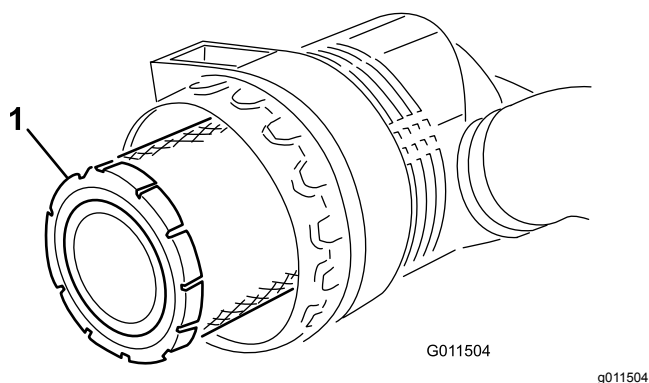

Рисунок 74
5. Снимите и замените фильтр грубой очистки (Рисунок 74).